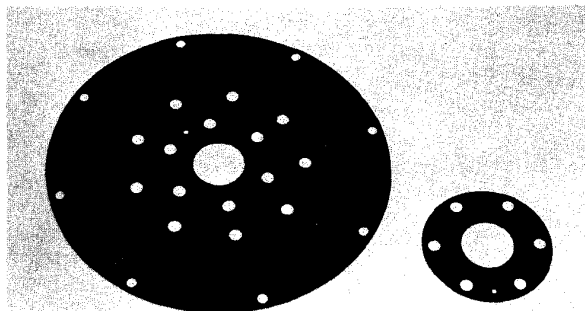

FIGURA 6-46
1. Revise los discos impulsores por si hay bordes deformados o doblados. (Figura 6-46.) Vea si hay orificios de montaje desgastados. Reemplace todos los discos defectuosos, como sea necesario.